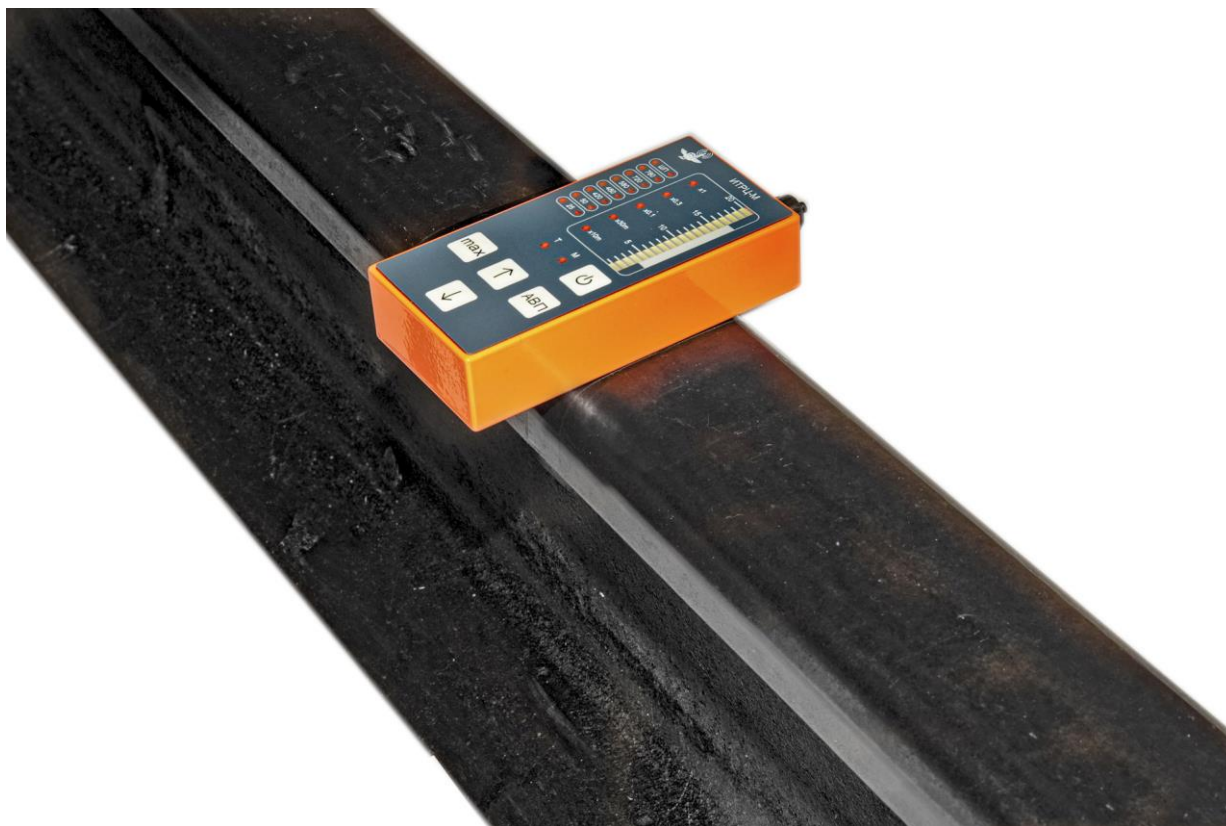

Рис.4
7.4.1 Включить питание прибора и установить ИТРЦ-25/50М на головку рельса поперек оси рельса (рис.4)